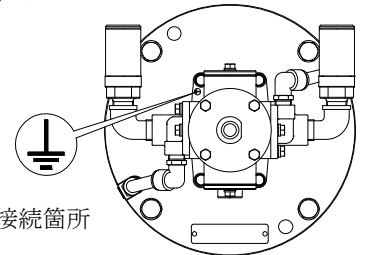

Fig.4 アース接続箇所
- 1) ポンプを設置するときには必ず指定箇所からアースを接続してください。（Fig.4）